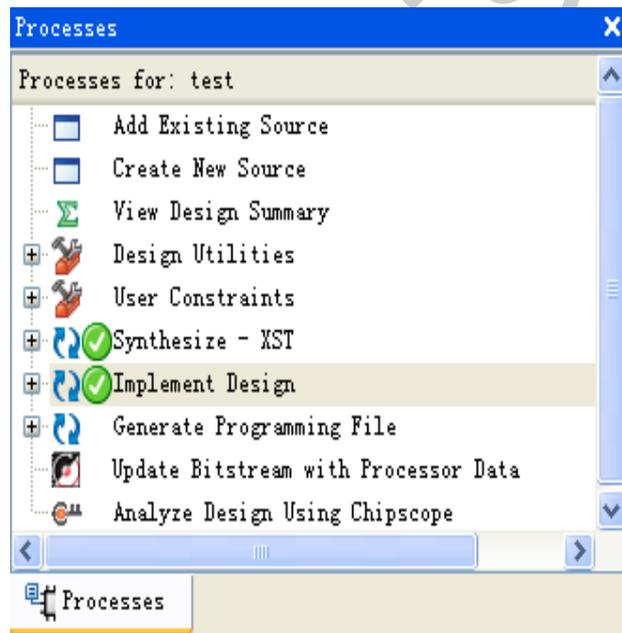

图28 设计实现窗口
- 在过程管理区双击“Implement Design”选项，就可以自动完成实现的3个步骤，如图28所示。如果设计没有经过综合，会启动XST完成综合，在综合后再完成实现过程。